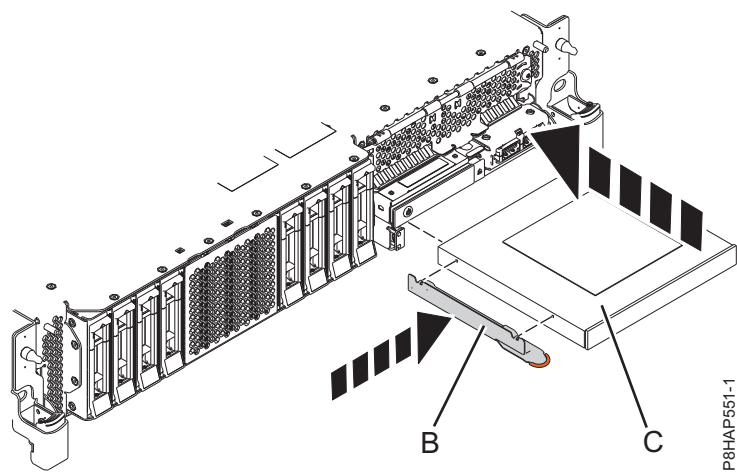
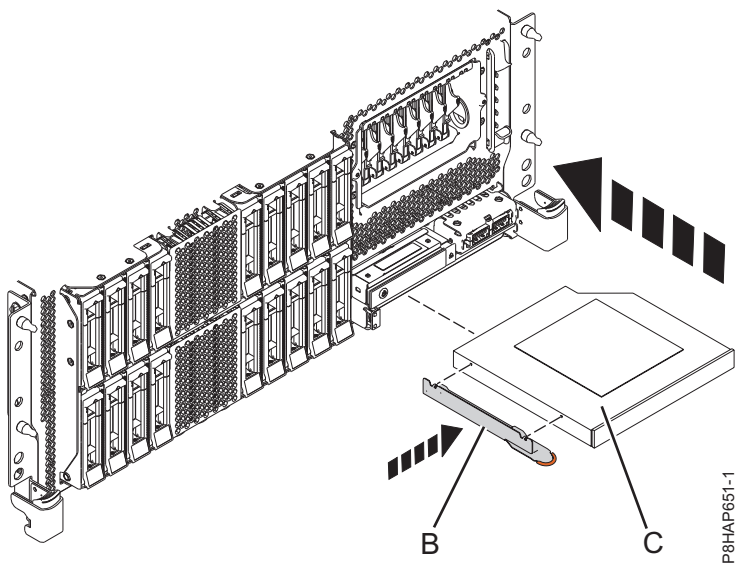
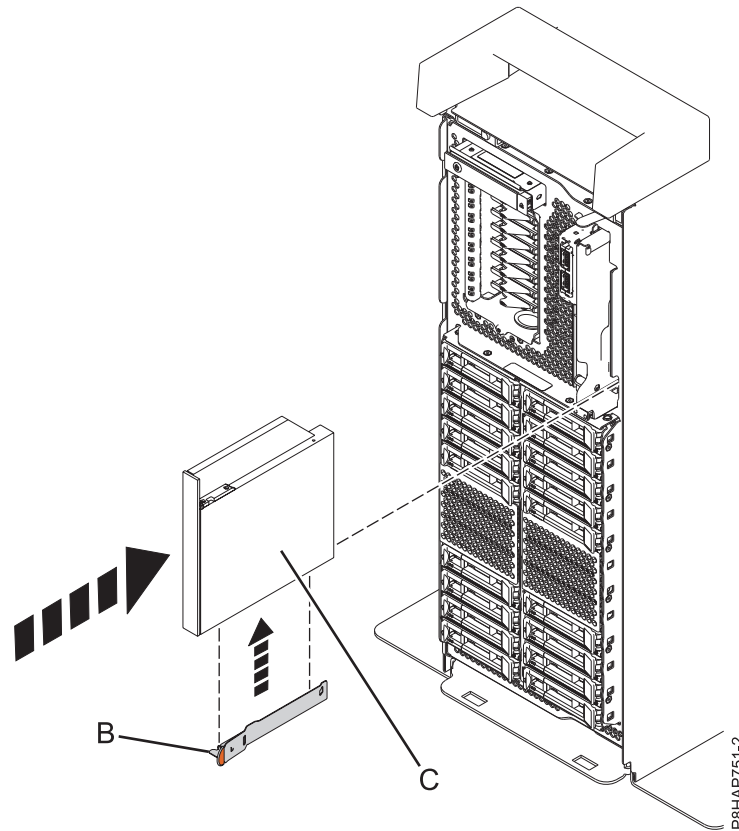

Figura 2. Instalación de un dispositivo de soporte extraplano en un sistema 5148-21L, 5148-22L, 8247-21L, 8247-22L, 8284-21A o 8284-22A
Figura 3. Instalación de un dispositivo de soporte extraplano en un sistema 8247-42L, 8286-41A o 8286-42A montado en bastidor
Figura 4. Instalación de un dispositivo de soporte extraplano en un sistema autónomo
4. Conecte la abrazadera de retención (**B**) al nuevo dispositivo de soporte extraplano, como se muestra en la Figura 2 en la página 6 para un sistema 5148-21L, 5148-22L, 8247-21L, 8247-22L, 8284-21A o 8284-22A; la Figura 3 en la página 6 para un sistema 8247-42L, 8286-41A o 8286-42A; o la Figura 4 en la página 7 para un sistema 8286-41A autónomo.
Para un sistema 5148-21L, 5148-22L, 8247-21L, 8247-22L, 8284-21A o 8284-22A, consulte la Figura 2 en la página 6; para un sistema 8247-42L, 8286-41A o 8286-42A, consulte la Figura 3 en la página 6; o para un sistema 8286-41A autónomo, consulte la Figura 4 en la página 7.